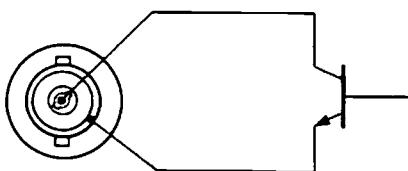

図11
- 1)EXT CONTROL端子は、図11の様に、オープンコレクタ方式になっております。